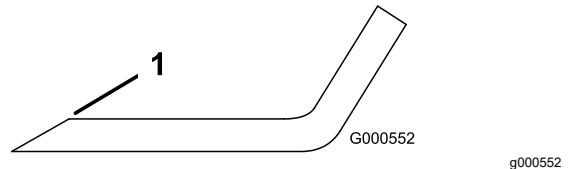

Figura 75
1. Utilize uma lima para afiar aresta de corte em ambas as extremidades da lâmina (Figura 75).
- Nota:** Se lâmina não estiver equilibrada, lime algum metal da extremidade da aba apenas (Figura 75).